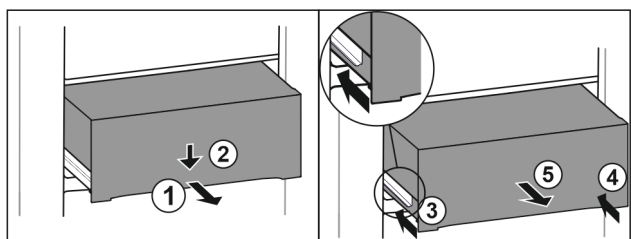

Fig. 155
- ▶ Trekk skuffen ut halvveis. *Fig. 155 (1)*
- ▶ Skyv skuffen foran nedover. *Fig. 155 (2)*
- ▶ Sett inn den venstre skinnen ca. 2 cm. *Fig. 155 (3)*
- ▶ Sett inn den høyre skinnen ca. 2 cm. *Fig. 155 (4)*
- ▶ Ta ut skuffen framover. *Fig. 155 (5)*